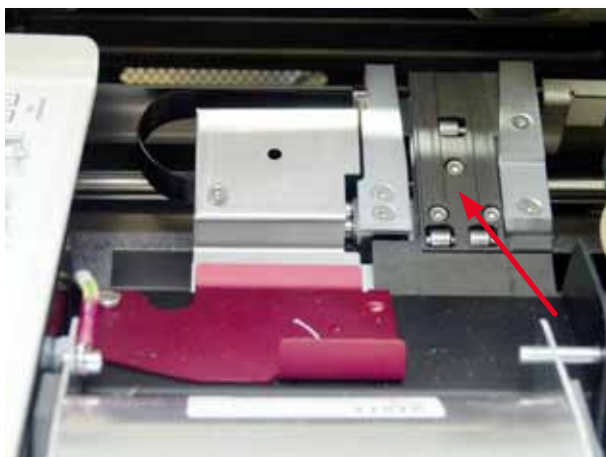

Fig. 45
- Estación de transporte (→ "Fig. 45")